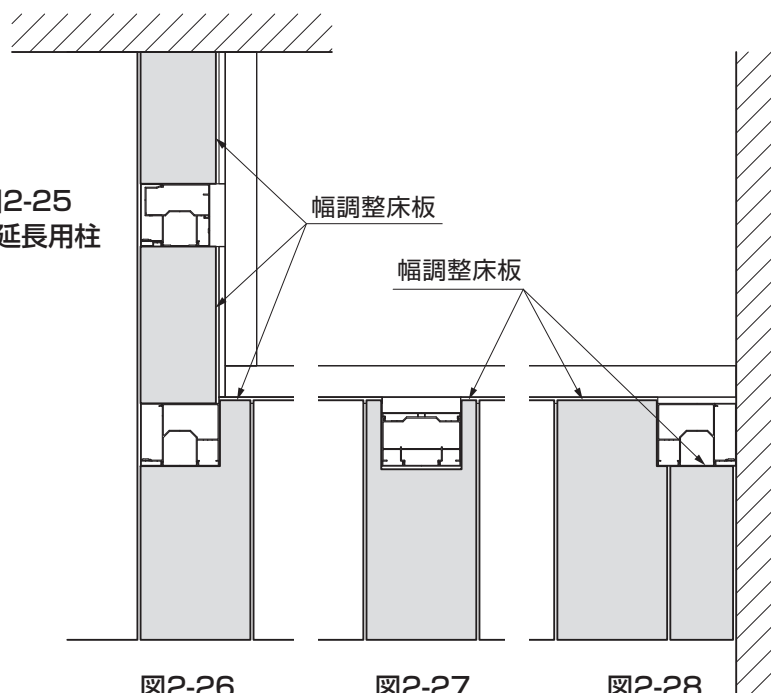

図2-26
③主柱、3尺延長用柱、中間柱、連棟柱、入隅用主柱の場合は、図2-25、図2-26、図2-27、図2-28を参照して、柱と下レールに干渉するデッキを幅調整床板に加工してください。